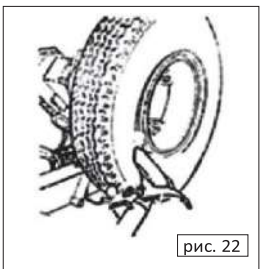

рис. 22
- (1) зафиксируйте колесо на зажимном устройстве, как описано выше. Убедитесь в том, что оно спущено.
- (2) Установите инструментальную консоль в рабочее положение.
- (3) Установите диск для отрыва борта рядом с ободом (рис. 22).
- (4) вращайте колесо, одновременно переместите диск несколько вперед по контуру обода, чтобы полностью снять один из бортов шины.